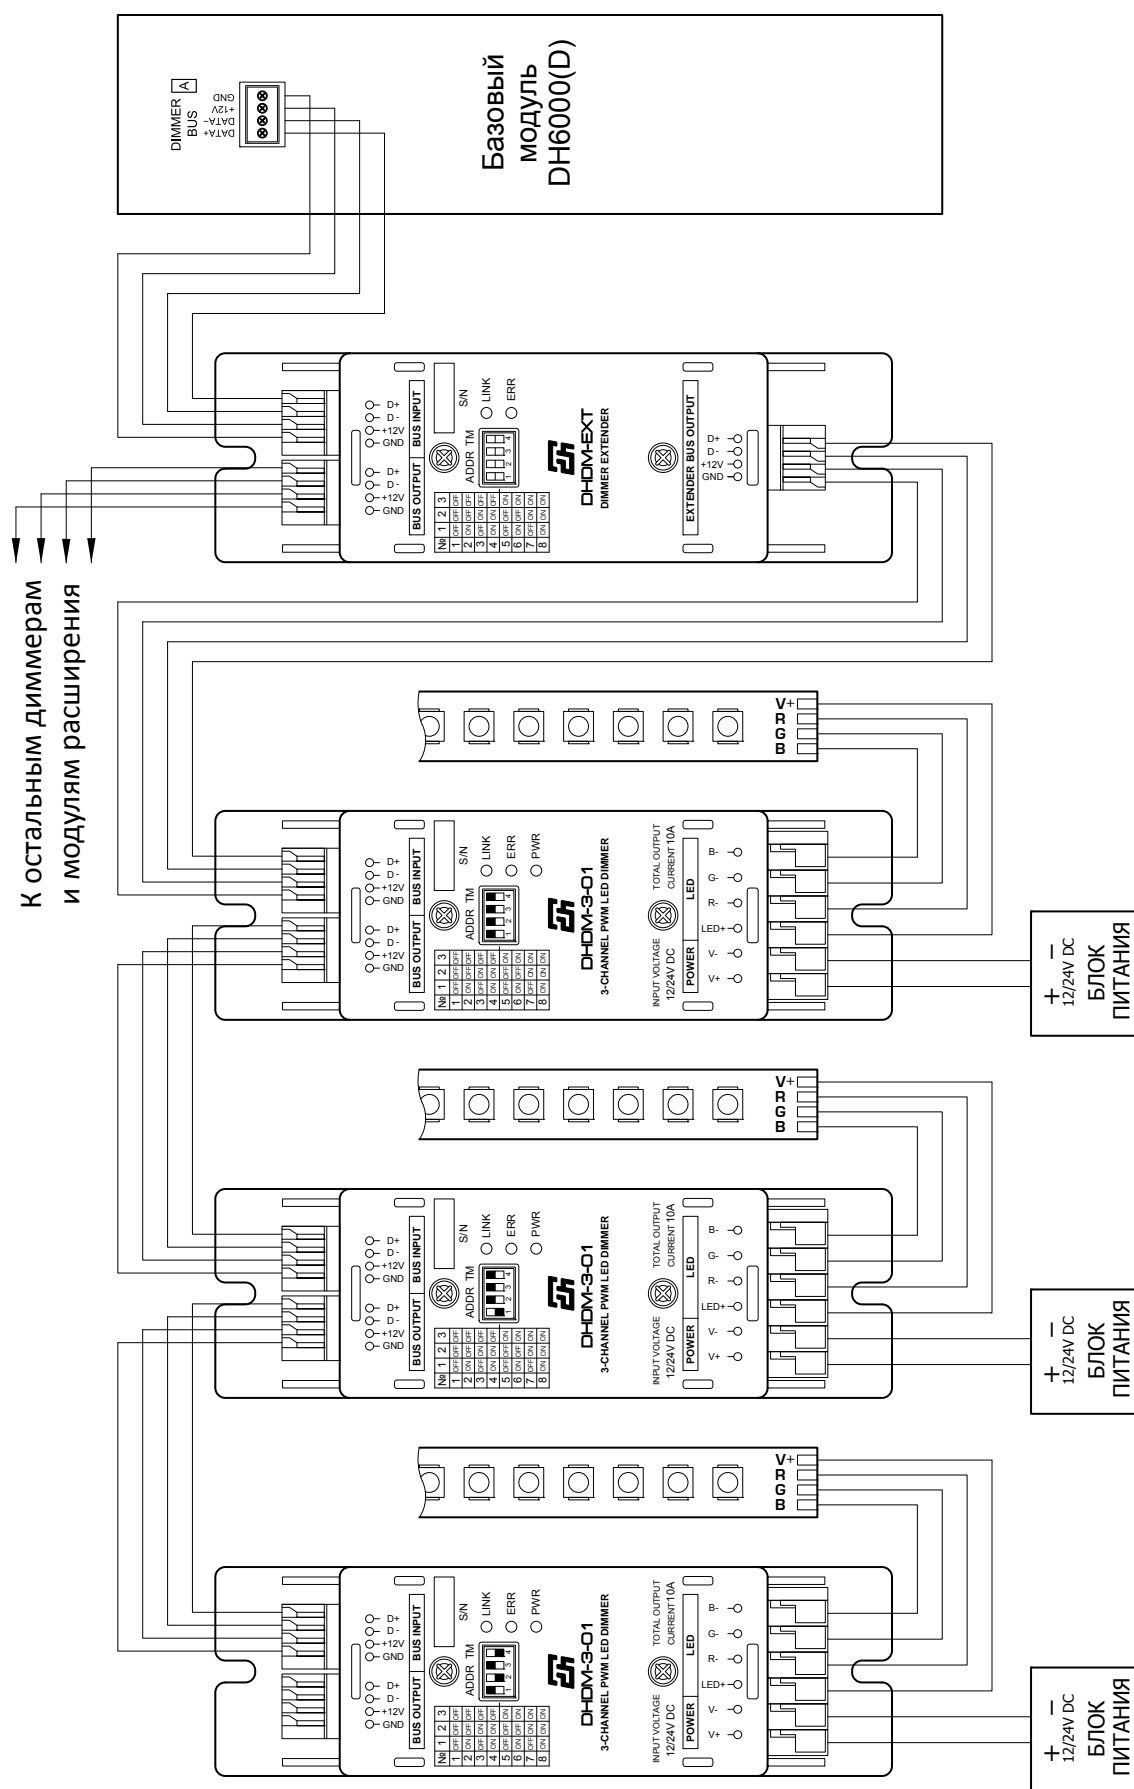

Рис. 3. Схема подключения трех диммеров DHDM-3-01 к модулю расширения DHDM-EXT
2. На шине диммеров нет свободных адресов. В этом случае диммеры, которые должны работать параллельно, подключаются к модулю расширения DHDM-EXT. Модуль расширения принимает данные из шины диммеров, в соответствии с установленным адресом, и транслирует их на свой выход. Все диммеры, подключенные к шине модуля расширения, получают одинаковые данные и работают параллельно. К модулю расширения можно подключить до 8 диммеров. У каждого диммера должен быть установлен свой адрес переключателем ADDR. Не допускается использование диммеров с одинаковыми адресами. У самого последнего диммера на шине модуля расширения, движок переключателя ТМ должен быть переведен в положение ON. Этот переключатель подключает к шине терминальный резистор для согласования шины. Адреса необходимо устанавливать для того, чтобы можно было определить, на каком диммере есть неисправность, и какая. Информация о правильном подключении диммеров к шине модуля расширения, наличии напряжения питания светильников, срабатывании системы защиты от короткого замыкания в нагрузке и перегреве диммера передается в базовый модуль и отображается в программе конфигурации. Схема подключения нескольких диммеров DHDM-3-01 к модулю расширения DHDM-EXT приведена на рис. 3.